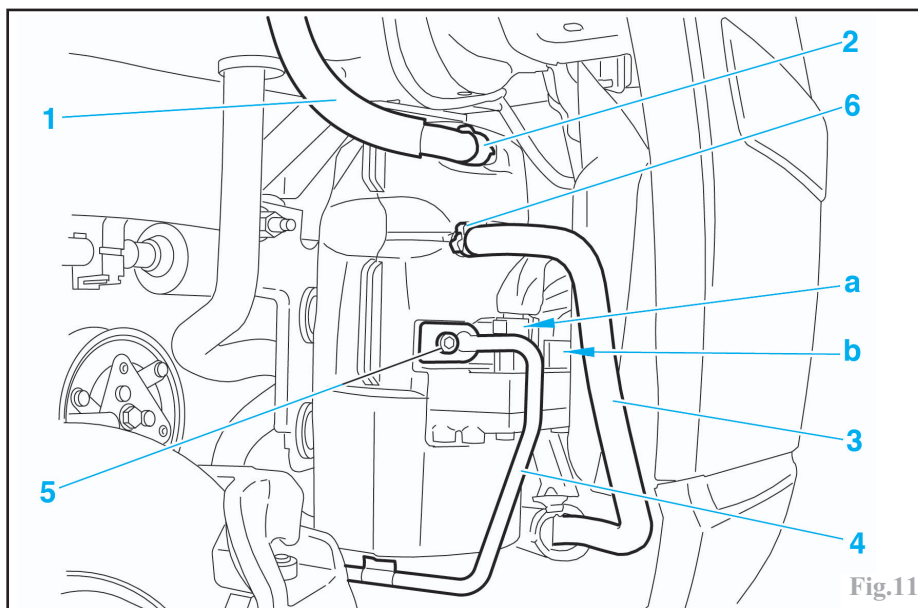

Fig.11
Pincer le tuyau (1) (Fig.11) à l'aide d'un pince-duriti approprié.